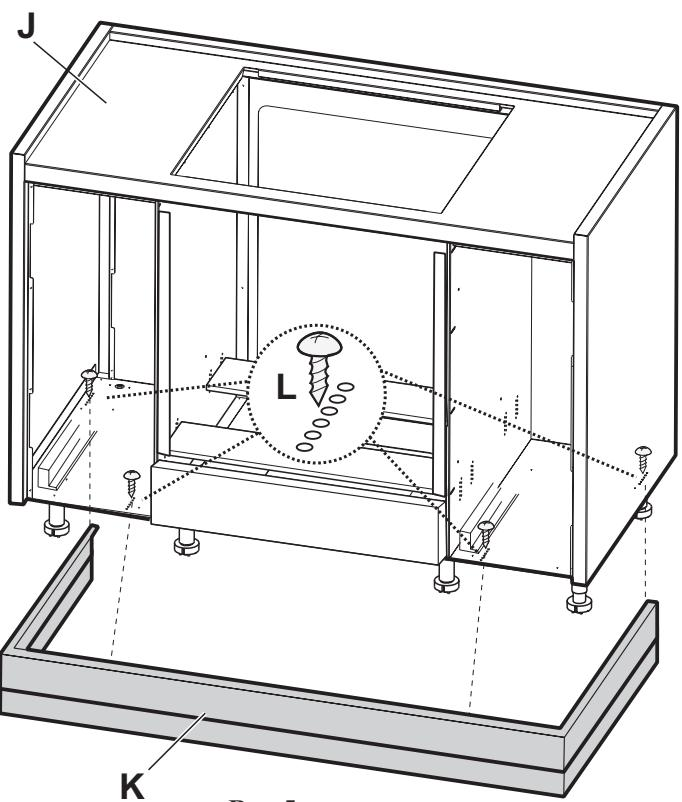

Rys. 3
- przesunąć kątowniki **H** na żądaną głębokość (kątowniki mają być ustalone w ten sposób, żeby rama piekarnika, po zakończonym montażu, była w jednym rzędzie z szufladami bocznymi). **Rys. 3**